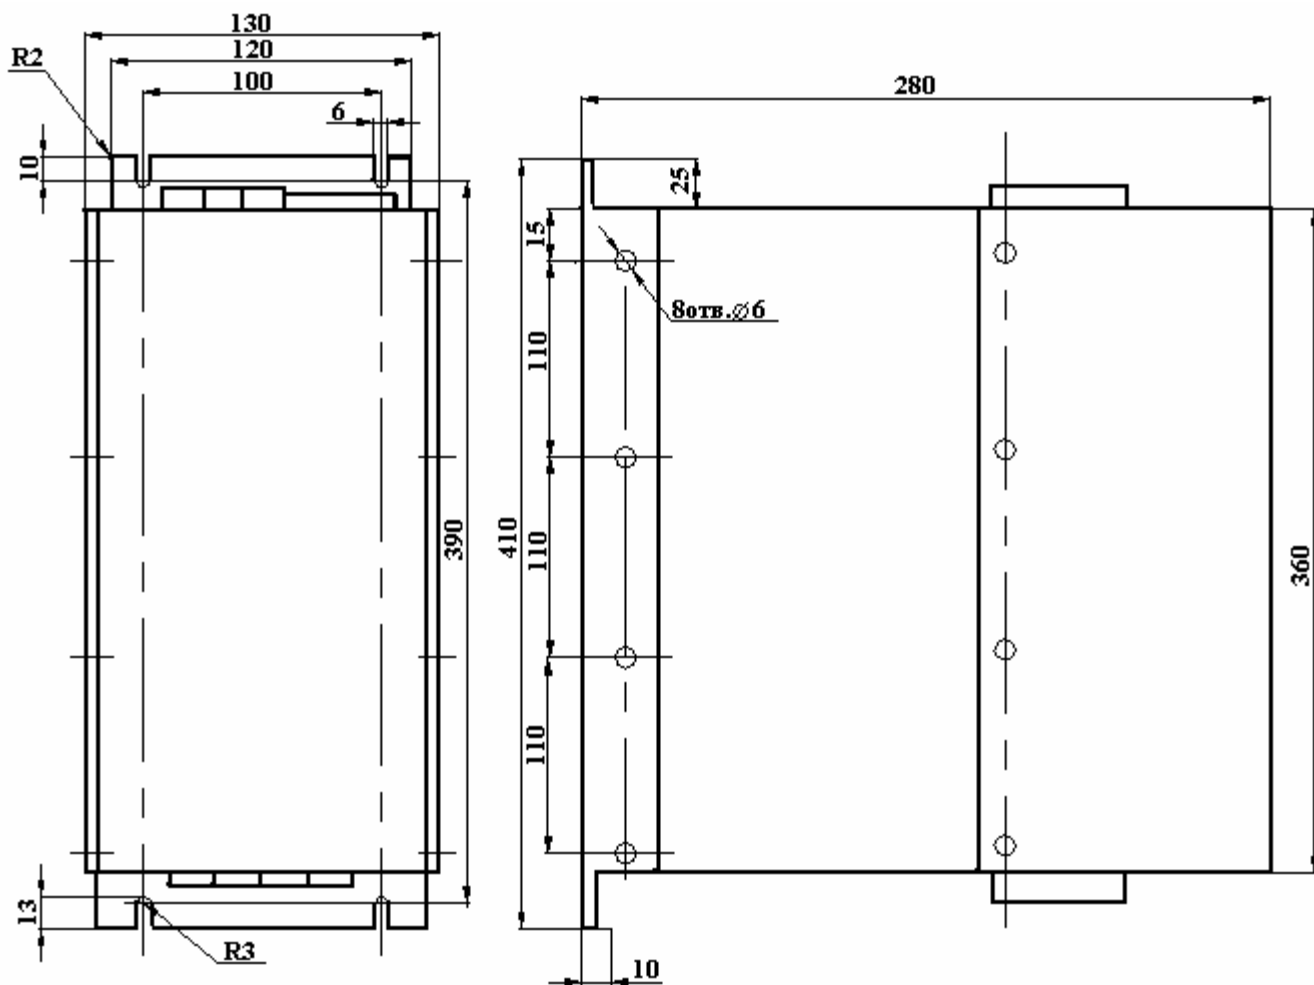
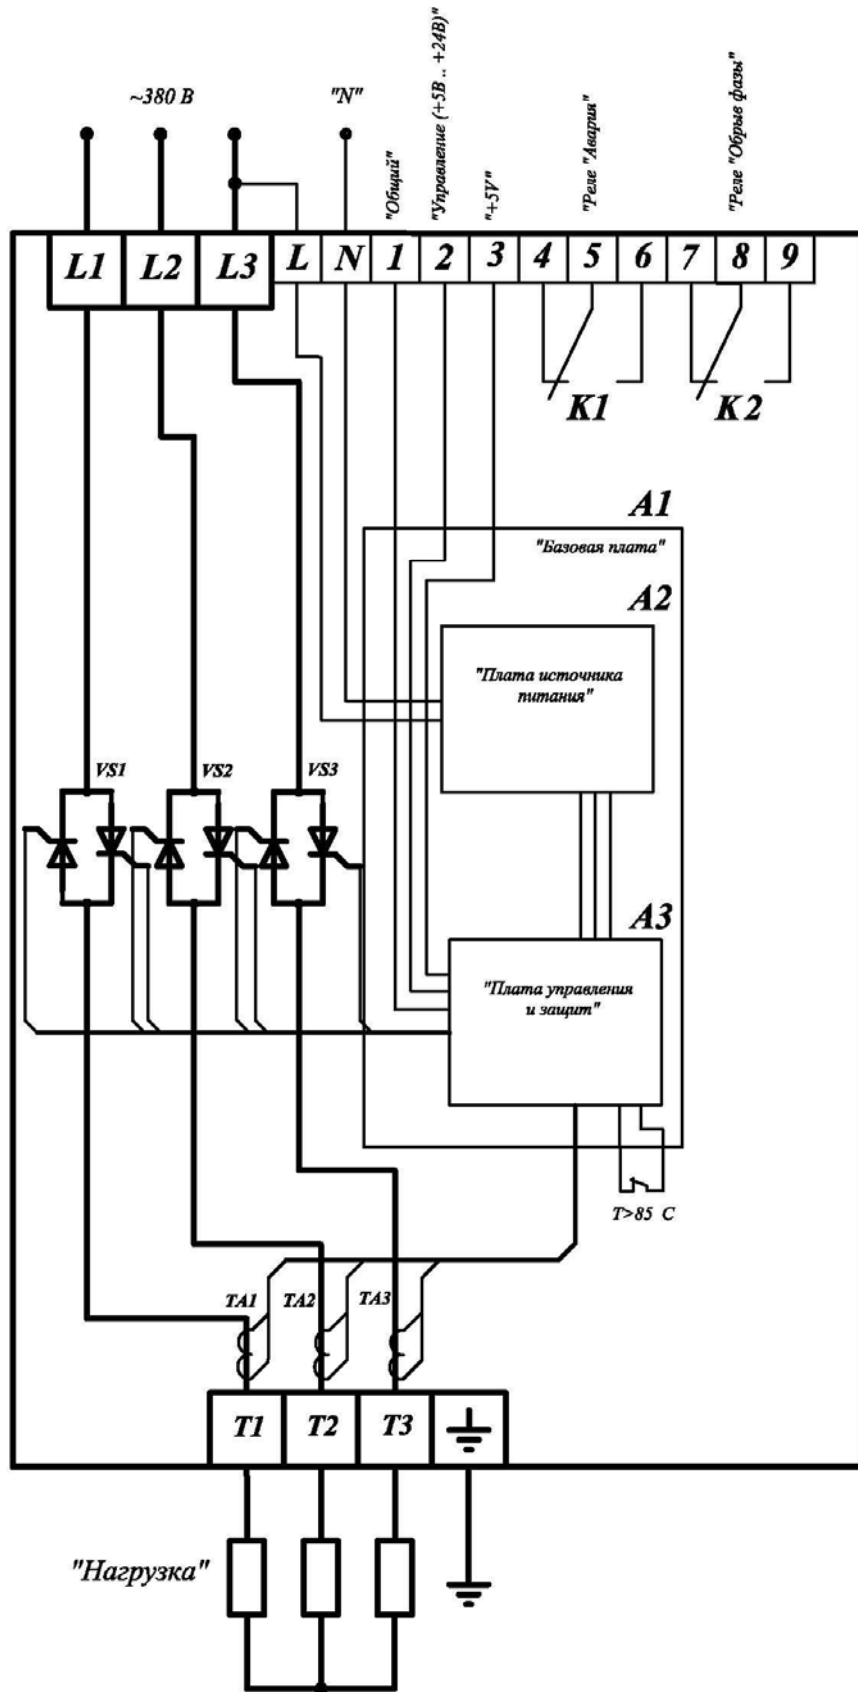

Рис.2 Габаритные размеры ПЕЛ-3-050-ДТ
Рис.3 Схема внешних электрических соединений
**4.1.** Пускатель (**Рис.2**, **Рис.3**) представляет собой единое устройство (блок), в состав которого входят: радиатор, три силовых тиристорных модуля VS1, VS2, VS3, базовая плата A1, плата источника питания A2, плата управления и защит A3 (**Рис.3**), датчики тока TA1, TA2, TA3.
**4.2.** Подсоединение силовых проводов питающей сети L1, L2, L3 и заземляющего провода PE (**Рис.3**), нагрузки T1, T2, T3, проводов питания цепей управления и проводов для подключения управляющих контактов осуществляется согласно схеме внешних электрических соединений (**Рис.3**).
**6.3.** Подключение силовых цепей, цепей управления пускателя выполнить согласно схеме внешних электрических подключений (**Рис.3**).
Подать силовое напряжение 380 В, 50 Гц к клеммам L1, L2, L3 клеммника X1 (Рис.3).